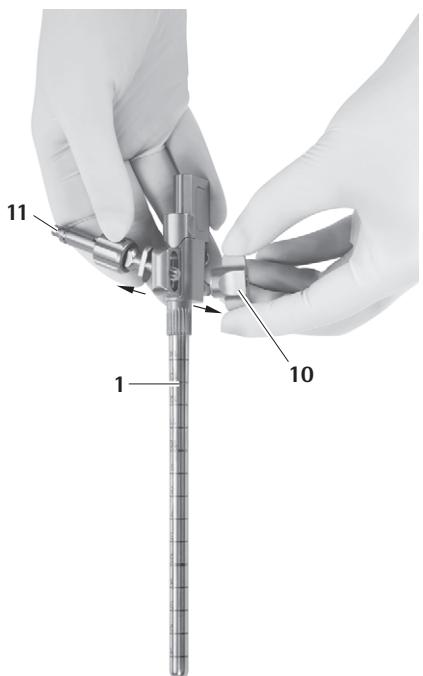

Fig. 13
- ▶ Retirar el adaptador para brazo de soporte **11**, ver Fig. 13.